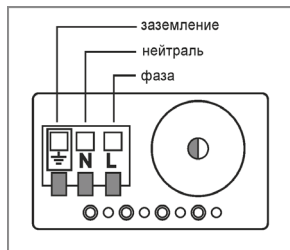
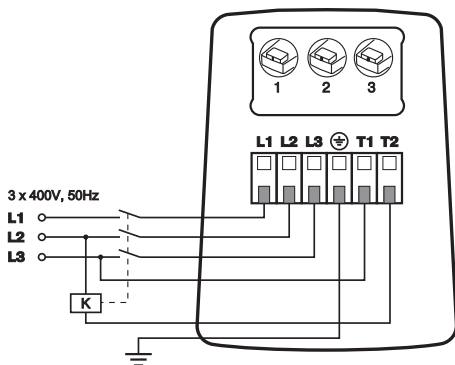

Рис. 5 Схема подключения однофазного насоса
Рис. 6 Схема подключения трехфазного насоса
- Схемы подключения насосов к электрической сети представлены на **Рис. 5**, **Рис. 6**.